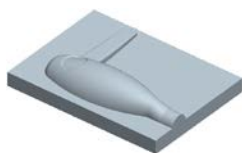
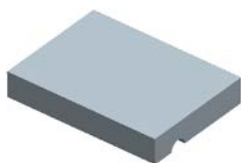

图 8.25 模型的下半部分体积块
图 8.26 模型的上半部分体积块
Step5. 在“体积块分割”操控板中单击 **体积块** 按钮，在“体积块”界面中单击 **1** ☒ **体积块_1** 区域，此时模型的下半部分变亮，如图 8.25 所示，然后在选中的区域中将名称改为 lower_vol；在“体积块”界面中单击 **2** ☒ **体积块_2** 区域，此时模型的上半部分变亮，如图 8.26 所示，然后在选中的区域中将名称改为 upper_vol。